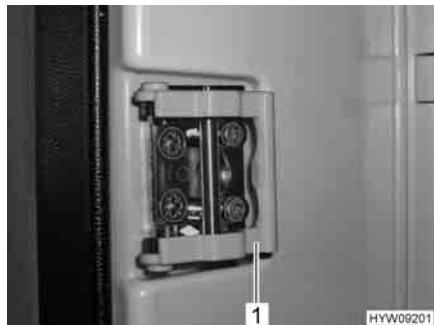
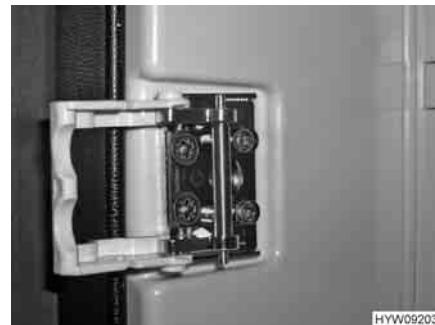

Fig. 147 Dispositivo di chiusura (alternativa) in posizione normale
Fig. 148 Dispositivo di chiusura (alternativa) in posizione di ricircolo d'aria
- Ruotare la staffa (Fig. 145,1 o Fig. 147,1) in avanti (Fig. 146 o Fig. 148).
A seconda del modello, il frigorifero può essere dotato anche di un dispositivo di chiusura, come quello illustrato in Fig. 147 e Fig. 148.